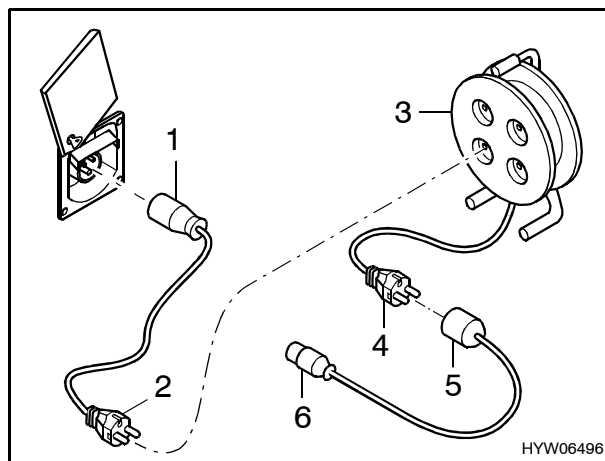

Bild 65 Anschlussmöglichkeiten
- Abdeckung nach oben kippen (Bild 65).
CEE 17 Anschlusskupplung mit Schutzkontakt (Bild 65,1) – Stecker mit Schutzkontakt (Bild 65,2).
Steckdose mit Schutzkontakt (Bild 65,3) – Stecker mit Schutzkontakt (Bild 65,4).
Anschlusskupplung mit Schutzkontakt (Bild 65,5) – CEE 17 Stecker mit Schutzkontakt (Bild 65,6).